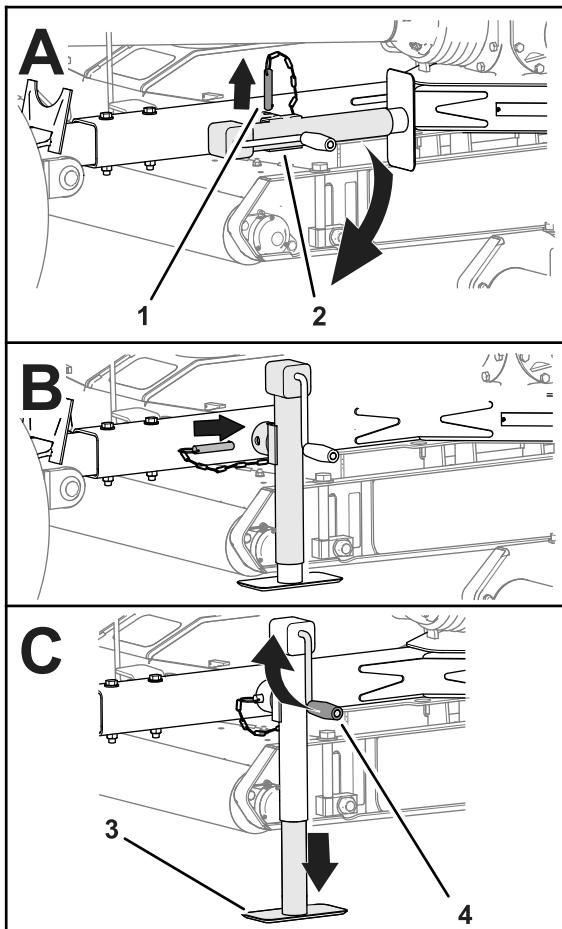

Figura 23
3. Retire el pasador y gire el gato de la barra de tiro a la posición vertical (Figura 23).
4. Alinee el orificio de la barra de tiro con el orificio del gato (Figura 23).
5. Introduzca el pasador a través de los orificios de la barra de tiro y del gato (Figura 23).
- Gire la manivela del gato para elevar completamente el apoyo del gato; consulte la Figura 23 en Sujeción del cortacésped con el gato (página 16).